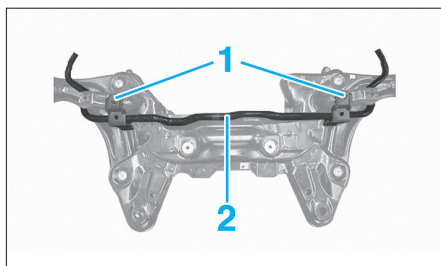

FIG. 15
- Déposer les vis (1) des paliers de barre stabilisatrice (2) (Fig.15).